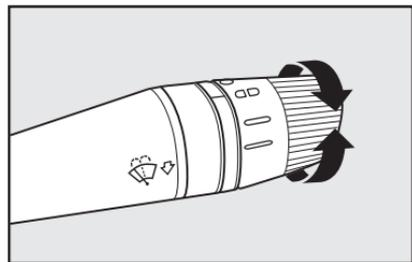

fig. 54
O sensor de chuva ativa-se automaticamente, colocando a alavanca da direita na posição **CD** **fig. 54**. Tem um campo de regulagem que varia progressivamente desde limpador parado (nenhum ciclo), quando o para-brisa está seco, até o limpador na primeira velocidade contínua (funcionamento contínuo lento) com presença de chuva.
Girando a chave para a posição **STOP**, o sensor de chuva é desativado e na partida seguinte (chave na posição **MAR**) o sensor não é novamente ativado mesmo se a alavanca tiver permanecido na posição **CD** **fig. 54**. Para ativar o sensor de chuva, basta deslocar a alavanca para outra posição qualquer e depois deslocar novamente para a posição **CD** **fig. 54**.
**1)** Apertando o pedal do acelerador e em seguida memorizando a nova velocidade atingida (posicionando a alavanca **A-fig. 54** para cima (+) por pelo menos três segundos).